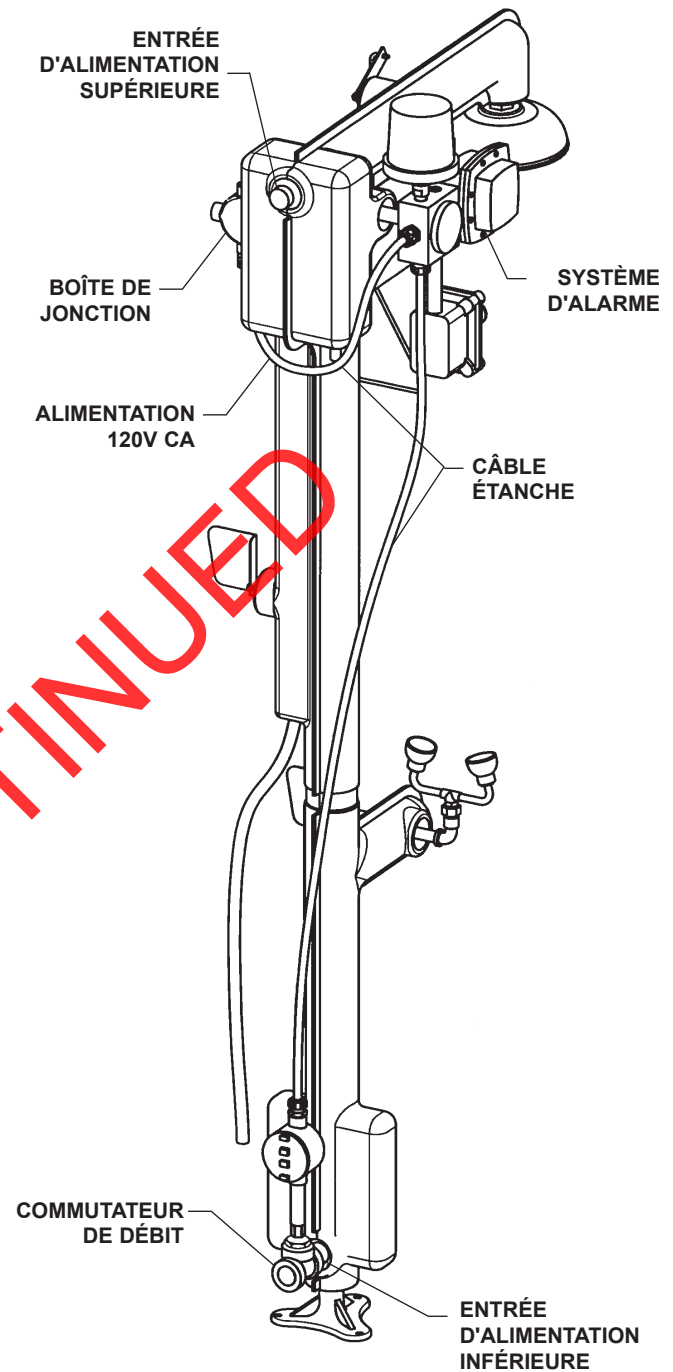

Figure 1
*NOTE :* Puisque le commutateur de débit sera installé sur l'alarme avec un câble étanche de 2,1 m (7 pi), l'installateur doit garder en mémoire l'emplacement d'installation de l'alarme, lors du choix de l'emplacement du commutateur de débit (voir Figure 1).
1. Posez l'interrupteur sur une portion horizontale de la conduite d'eau. Les orifices d'entrée et de sortie de l'interrupteur doivent se trouver à 15 cm (6 po) minimum de tout coude ou té dans la conduite d'eau (voir Figure 1).